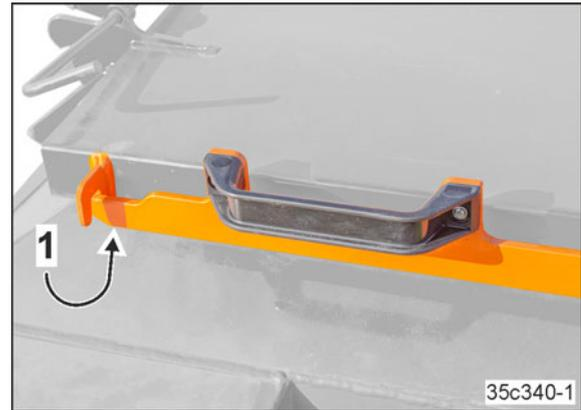

Рис. 261
5. Заблокируйте рычаг (Рис. 261/1).